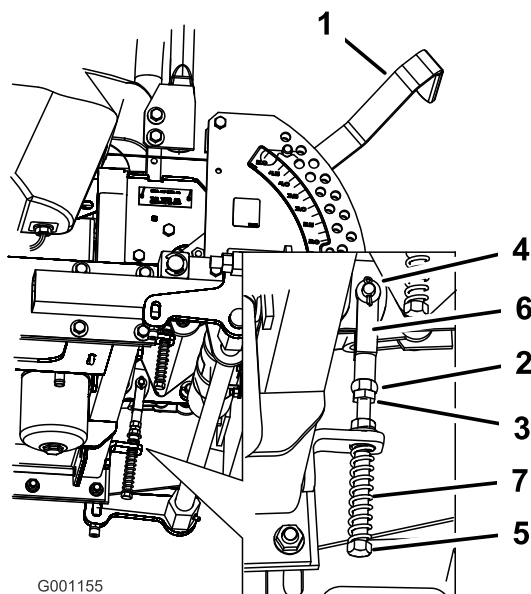

Figura 70
8. Se occorre regolare, allentate il dado e il controdado contro la forcella (Figura 70).
9. Premete leggermente indietro la leva di comando del movimento, e girate la testa del bullone di regolazione nella direzione opportuna finché la leva di comando non si trova al centro, in posizione di bloccaggio in folle (Figura 70).
10. Serrate il dado e il controdado (Figura 70).